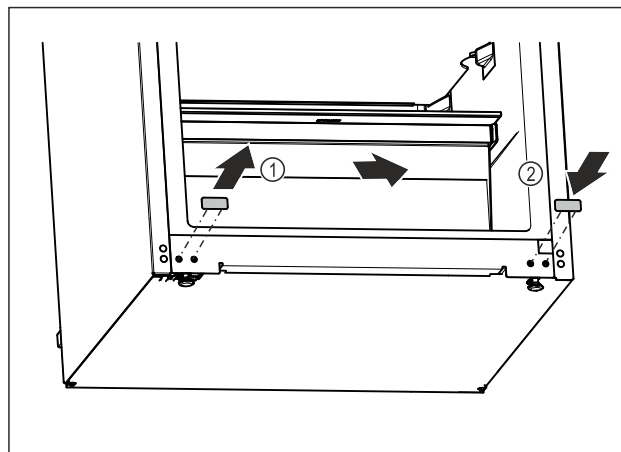

Fig. 13
- ▶ Retirer le cache de recouvrement. Fig. 13 (1)
- ▶ Placer le cache de recouvrement du côté opposé. Fig. 13 (2)